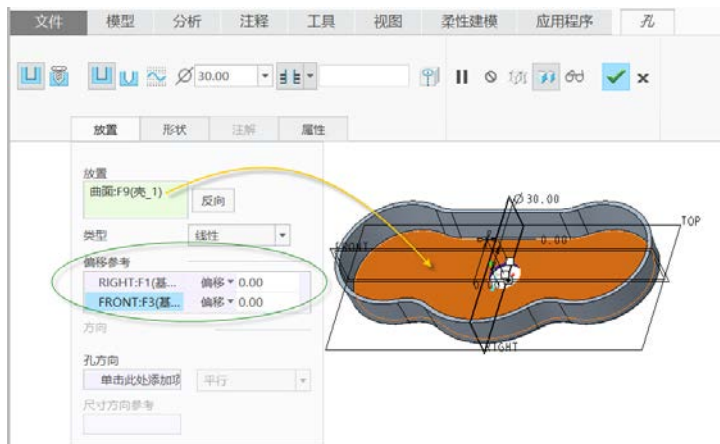

图 4-90 定义孔的放置
- 5 在壳的内底面单击以定义主放置参照, 接着打开“放置”面板, 类型选项为“线性”, 激活“偏移参考”收集器, 选择 RIGHT 基准平面, 接着按住〈Ctrl〉键, 同时选择 FRONT 基准平面, 并将它们各自的偏移距离均更改为“0”, 如图 4-90 所示。